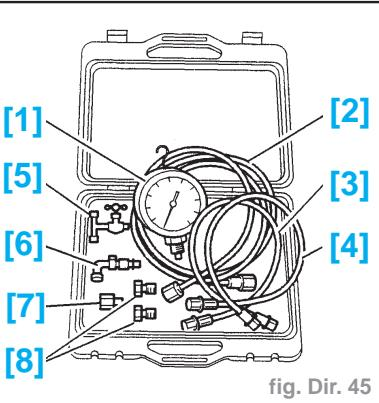

fig. Dir. 45
- Coffret (-).**0710ZZ** comprenant (fig. Dir. 45) :